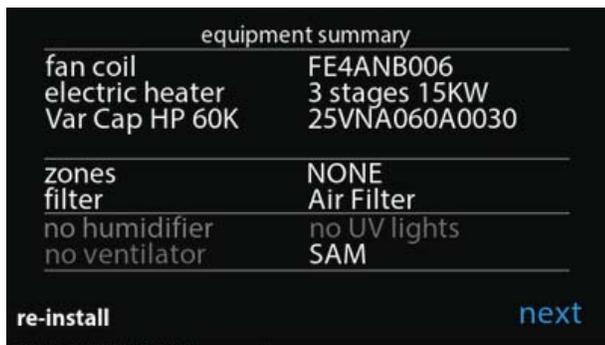

Fig. 10 – Pantalla de resumen del equipo
1. Después de evacuar el sistema, cierre los desconectores para energizar la unidad interior, la unidad exterior y la interfaz de usuario (IU). No intente utilizar el sistema en modo de calefacción o enfriamiento en este momento. Modo: OFF (Apagado). Las válvulas de servicio de la línea de vapor y de líquido deben estar completamente cerradas.
3. Si la interfaz de usuario es nueva, entonces pasará por una serie de pantallas de configuración. Proceda a través de estas pantallas de configuración hasta llegar a la pantalla de resumen del equipo (consulte la Fig. 10). Compruebe que se muestra el equipo correcto en esta pantalla. Si la unidad interior instalada es un serpentín de horno, compruebe que se haya seleccionado. A continuación, la IU realizará una prueba de verificación del flujo de aire y volverá a la pantalla principal.